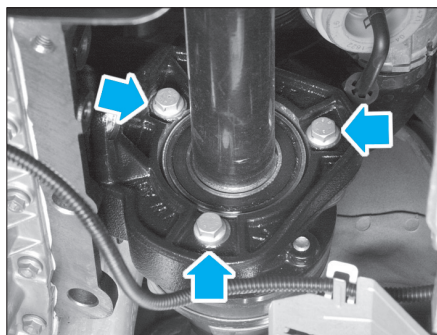

Fig. 3
- Desserrer les vis de la bride (Fig.3).